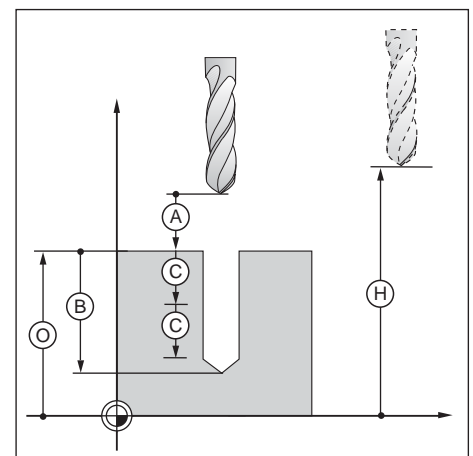

Fig. 7.1: Valeurs d'introduction absolues et incrémentales dans les cycles de perçage
Le **signe de la profondeur de perçage** (longueur du filet) (B) détermine le sens du perçage. Si vous percer dans le sens négatif de l'axe, introduisez la profondeur de perçage et le signe négatif. La figure 7.1 comporte également la distance d'approche (A) et la profondeur de passe (C).